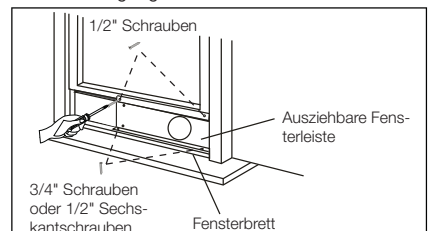

Abb. 15
3. Schließen Sie das Fenster fest, sodass die ausziehbare Fensterleiste sicher in Einbaulage sitzt. (Abb. 15)
4. Schrauben Sie zwei 1/2-Zoll-Schrauben zur Befestigung der ausziehbaren Fensterleiste am Schiebefenster ein. (Abb. 15)
5. Befestigen Sie anschließend die ausziehbare Fensterleiste am Fensterbrett (Abb. 15):